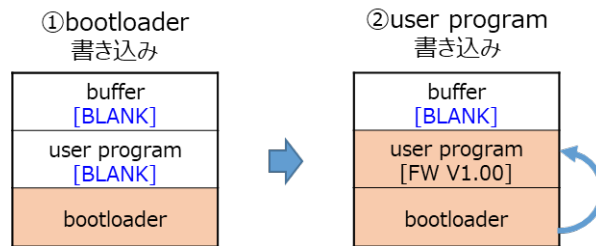

図 1-5 リニアモードのファームウェアアップデートの初期設定
リニアモードのファームウェアアップデートの初期設定の動作を図 1-5 に示します。
本 FIT モジュールでは、内蔵フラッシュに書き込む初期ファームウェアを生成するためのツール（Renesas Image Generator.exe）を提供しています。このツールでは、ユーザプログラムのみの初期ファームウェア、およびブートローダとユーザプログラムで構成される初期ファームウェアを生成することができます。ブートローダとユーザプログラムで構成される初期ファームウェアをフラッシュライタなどで内蔵フラッシュに書き込むことにより、図 1-5 の②の状態にすることができます。
また、ブートローダプログラムをビルドし、生成された mot ファイルを内蔵フラッシュに書き込むことにより、図 1-5 の①の状態にすることができます。内蔵フラッシュにブートローダのみを書き込んだ場合は、ブートローダの機能を使ってユーザプログラムのみの初期ファームウェアを内蔵フラッシュに書き込みます。